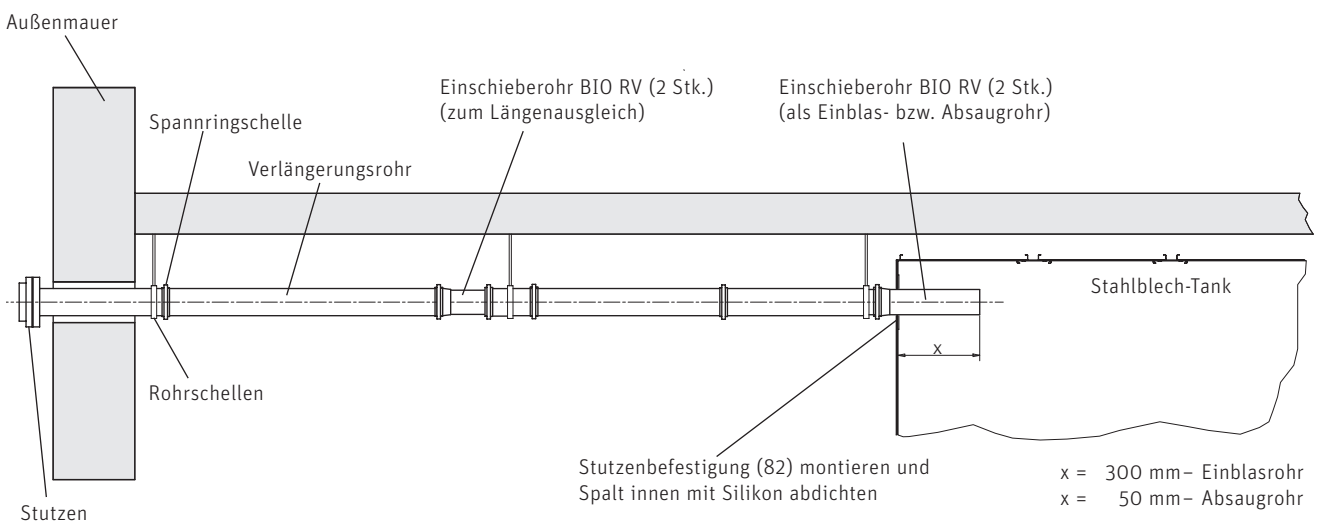
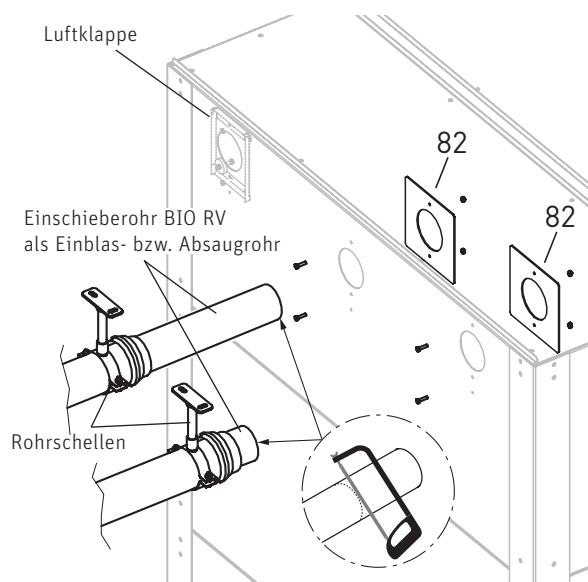

Fig. 17 Stutzen mit Verlängerungsrohre und Stahlblech-Tank – Seitenansicht
Fig.18 Verlängerungsrohre montieren
Das **Einblasrohr (Einschieberohr BIO RV)** muss **300 mm** und das **Absaugrohr (Einschieberohr BIO RV)** **50 mm** in den Tank hineinragen, gegebenenfalls kürzen – Fig. 18. Die Rohre außen mit Rohrschellen fixieren.
Die 2 Stutzenbefestigungen (82) mit je 2 Stk. M6 x 40 Senkschrauben und Muttern anschrauben und Spalt innen mit Silikon abdichten – Fig. 17 , Fig. 18.